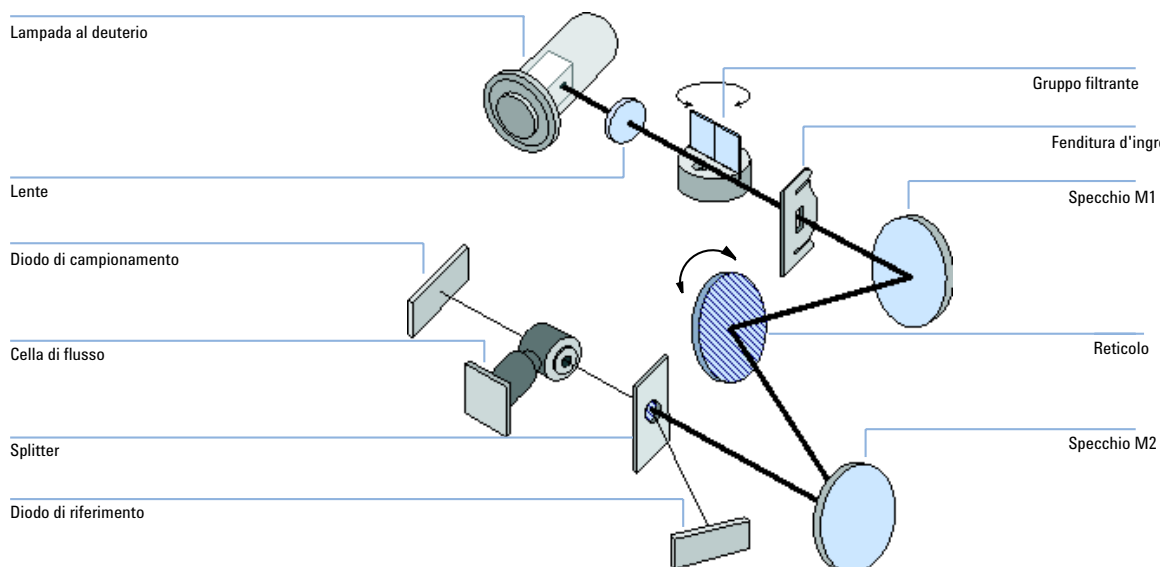

Figura 1 Cammino ottico del rivelatore a lunghezza d'onda variabile
Il sistema ottico del rivelatore è illustrato nella Figura 1 a pagina 12. La sua sorgente di radiazioni per l'intervallo di lunghezze d'onda ultraviolette (UV) compreso tra 190 e 600 nm è una lampada a scarica ad arco al deuterio. Il fascio di luce emesso dalla lampada al deuterio passa attraverso una lente, un gruppo filtrante (possibili posizioni del filtro: nessun filtro, cutoff oppure ossido di olmio), una fenditura d'ingresso, uno specchio sferico (M1), un reticolo, un secondo specchio sferico (M2), uno splitter e infine attraverso la cella di flusso sino al diodo di campionamento. Il fascio che attraversa la cella di flusso viene assorbito in maniera diversa a seconda della composizione della soluzione presente nella cella nella quale avviene l'assorbimento UV; l'intensità viene convertita in un segnale elettrico per mezzo del fotodiodo di campionamento. Una parte del fascio luminoso viene diretta a un fotodiodo di riferimento per azione dello splitter, allo scopo di ottenere un segnale di riferimento per la compensazione di fluttuazioni nell'intensità della sorgente luminosa. Una fenditura di fronte al fotodiodo di riferimento esclude la luce dalla larghezza di banda di campionamento. La selezione della lunghezza d'onda si effettua ruotando il reticolo, guidato da un motore a passo. Questa configurazione consente di modificare rapidamente la lunghezza d'onda. Il filtro di cutoff viene inserito nel cammino ottico quando la lunghezza d'onda supera 370 nm, per ridurre la luce di ordine superiore.